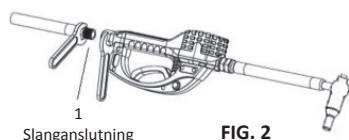

FIG. 2
2. Applicera gängtättningsmedel på slanganslutningens hangängor. Gänga slangen i svängtappen (1) och dra åt den ordentligt (FIG. 2). Se till att du låter tättningsmedlet härra enligt tillverkarens rekommendationer innan du släpper in vätska i systemet.